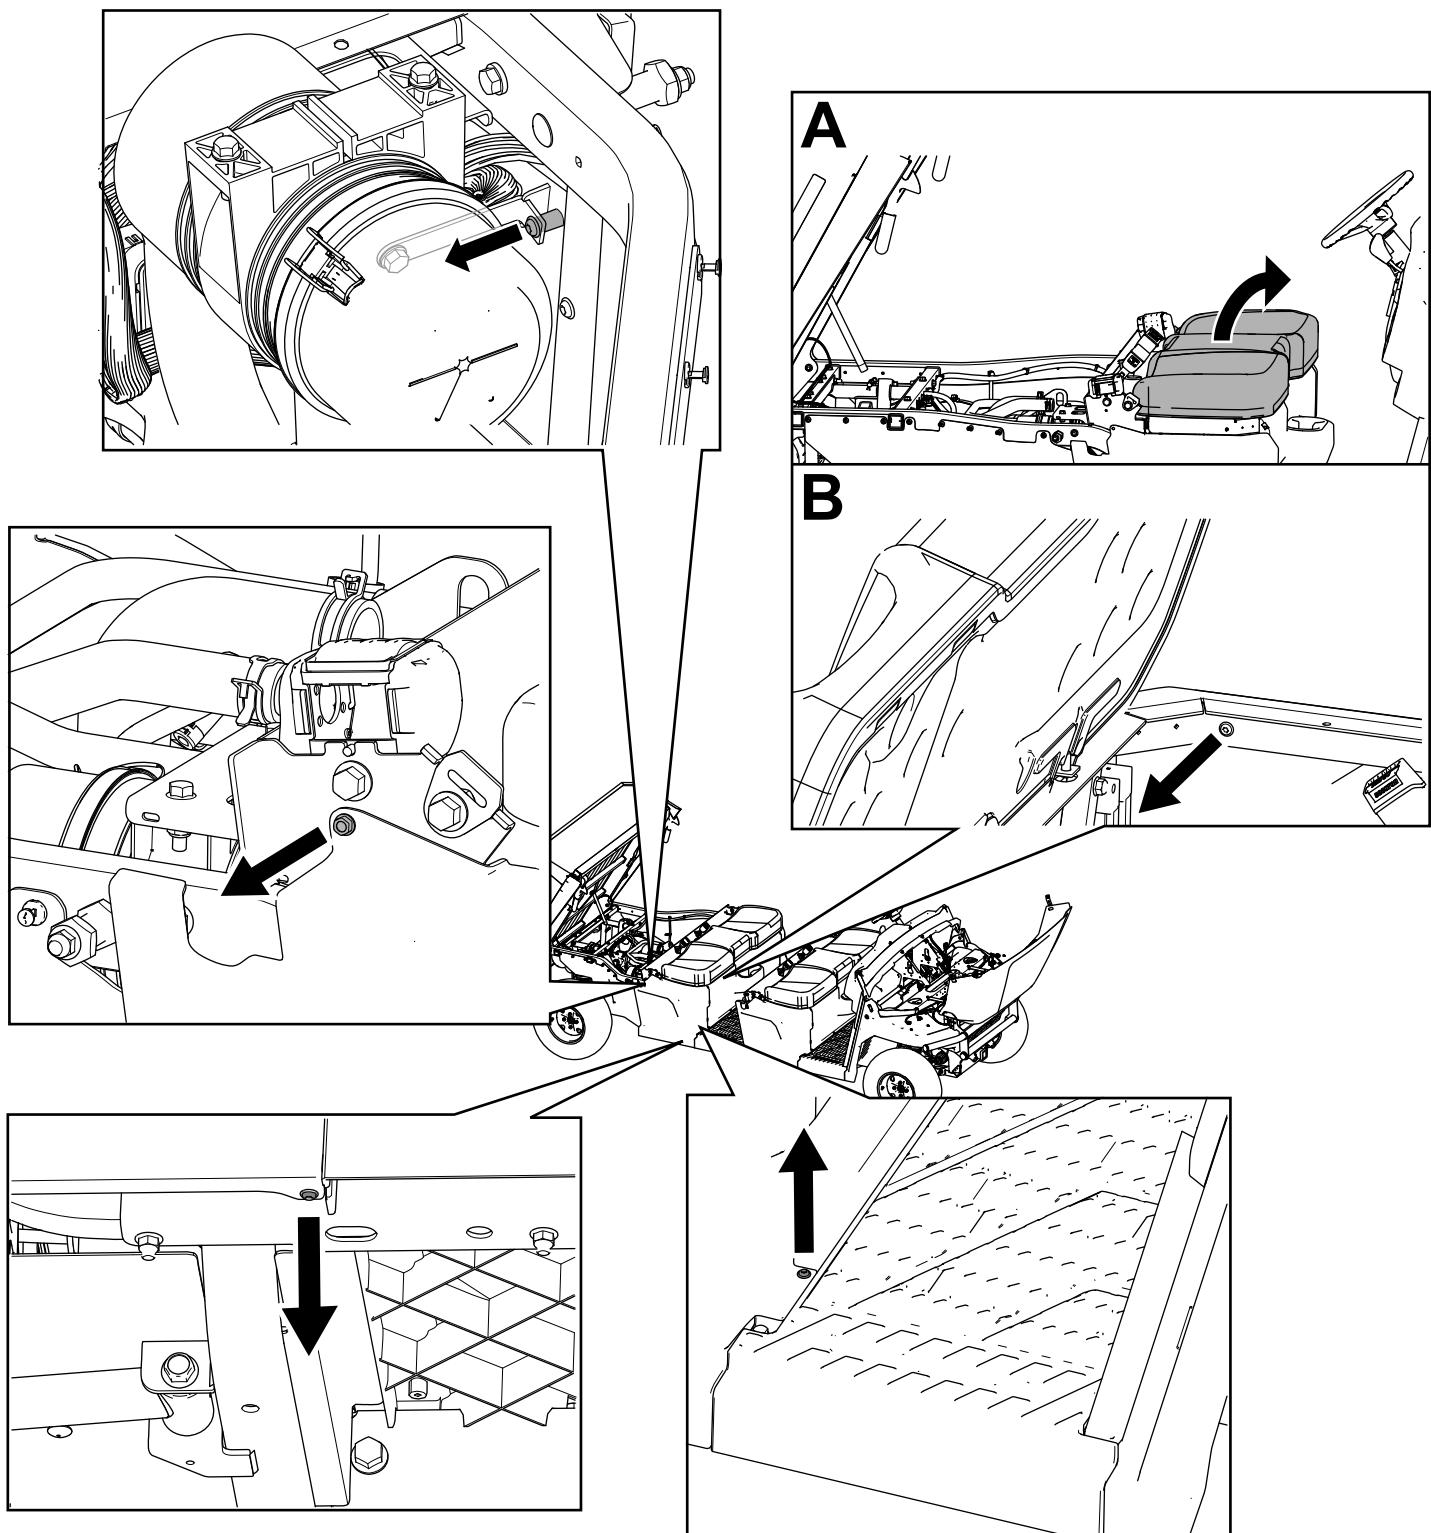

Figura 38
3. Retire los pernos de cabeza hexagonal con arandela prensada ( $\frac{1}{4}$ " x  $\frac{3}{4}$ ") y las fijaciones Torx T30 de los 2 paneles de la derecha y los 2 paneles de la izquierda de la base del asiento (Figura 38).